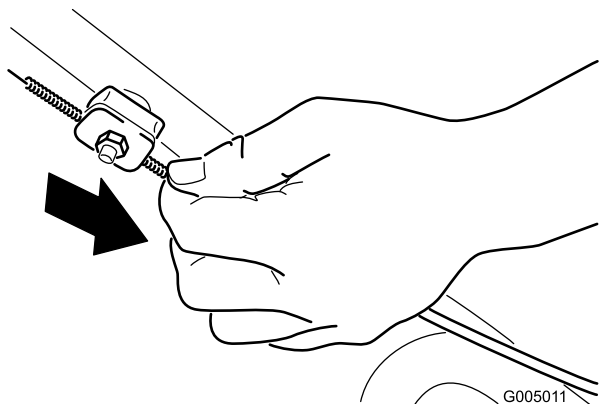

Figure 30
2. Tirez la gaine du câble vers le bas (vers la machine) pour éliminer le mou du câble (Figure 30).